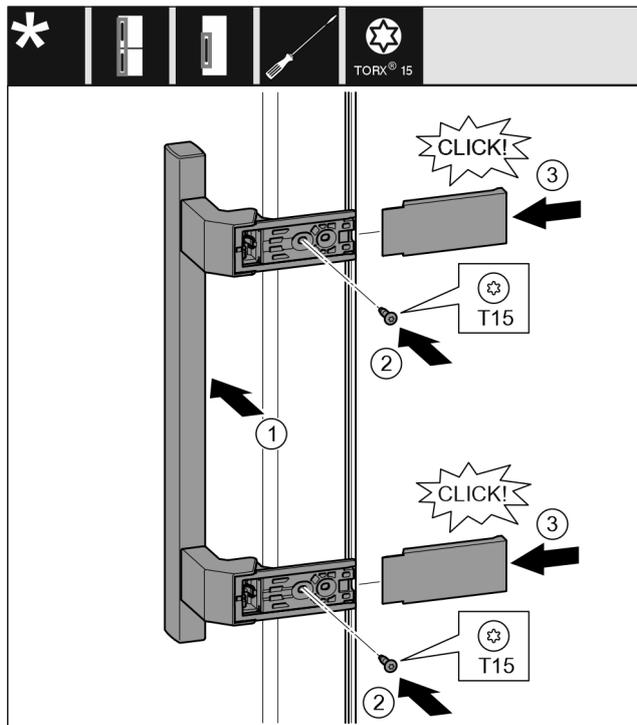

Fig. 15
- ▶ Držadlo nasadíte na opačnú stranu. Fig. 15 (1)
- ▶ Skrutkovačom T15 pevne zaskrutkujte skrutky. Fig. 15 (2)
- ▶ Kryt nasadíte a nasuňte z boku. Fig. 15 (3)